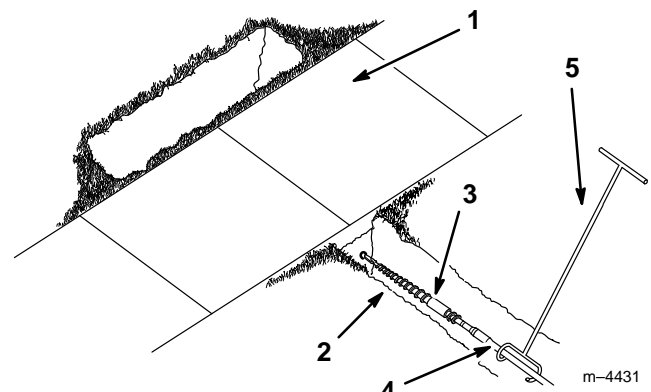

Abbildung 6
- Das Bohrstangen-Führungswerkzeug unmittelbar hinter dem Bohrmeißel an der Bohrstange anbringen (Abb. 6).
- Die Person, die den Bohrmeißel führt, stellt sich rechts neben den Graben (Abb. 6). Den Motor starten, das Pumpenwahlventil auf langsam (Schildkröte) stellen, den Gasregler auf die Mitte des Drehzahlbereichs schieben und den Zusatzgeräte-Hydraulikhebel nach hinten ziehen, um die Vorwärtsdrehung des Bohrmeißels zu starten.
- Die Zugmaschine langsam vorwärtsbewegen, während die Person mit dem Bohrstangen-Führungswerkzeug den Bohrmeißel in den Boden führt (Abb. 6).